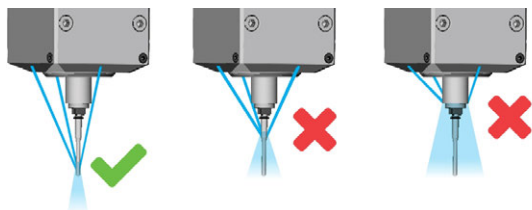

FIG. 44 SPRAY DI REFRIGERANTE CORRETTO (A SINISTRA) E SPRAY CON PRESSIONE INSUFFICIENTE (AL CENTRO, A DESTRA)
20. Attendere che lo spray del refrigerante sia privo d'aria e che tutti i getti arrivino sulla punta dell'utensile (☞ Fig. 44 sotto). Il processo può durare qualche minuto.